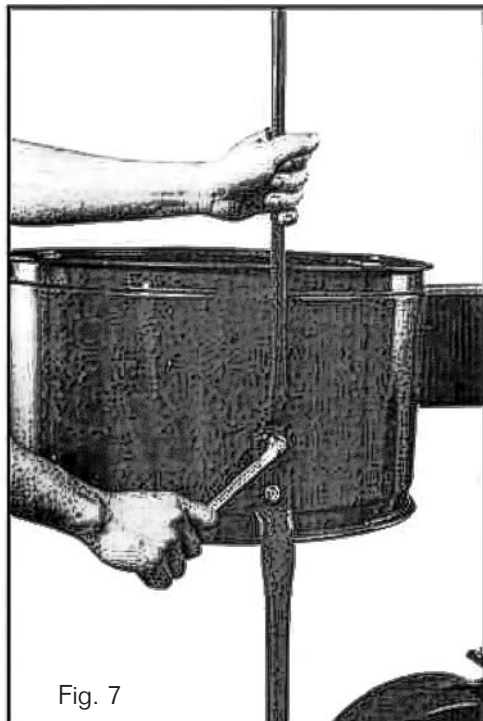

Fig. 7
6. El soporte superior de bolsa se debe unir al soporte de colector como se muestra en la Fig. 7.
7. Ahora una un extremo de la manguera (a) al cuerpo del colector y el otro extremo al orificio lateral del colector. Asegúrela con las abrazaderas de manguera (m) como se muestra en la Fig. 7.